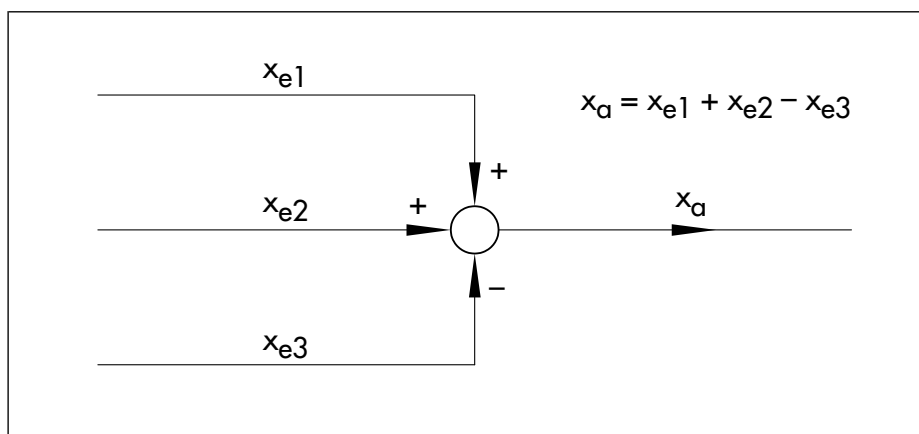

Bild 5: Additionsstelle
- Beispiel: Additionsstelle (Bild 5)